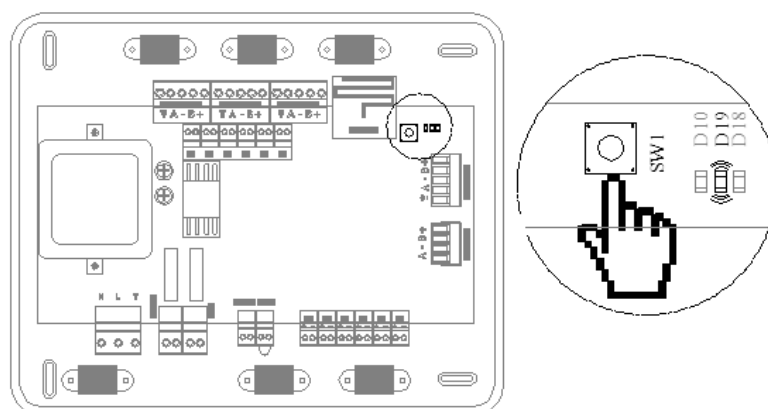

Fig. 54
* *Reset del sistema.* En caso de necesitar resetear todo el sistema, mantenga pulsado SW1 hasta que el LED 19 deje de parpadear (fig. 54).